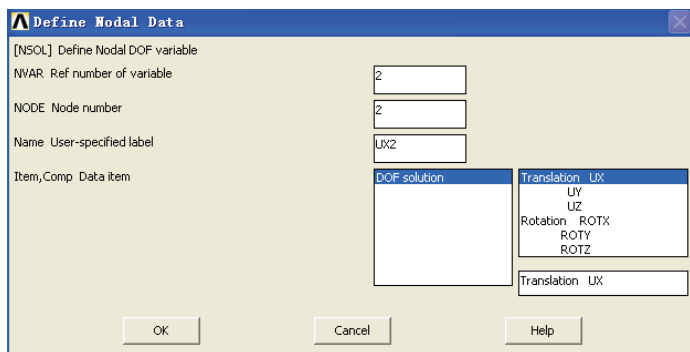

图 4-74 定义节点数据对话框
1) 选择 Main Menu | TimeHist Postpro | Define Variables 命令, 出现 Defined Time-History Variables 对话框, 单击 Add 按钮, 出现 Add Time-History Variables 对话框, 选择 Nodal DOF Result, 单击 OK 按钮, 出现 Define Nodal Data 拾取菜单, 在输入栏中输入 2, 单击 OK 按钮, 出现 Define Nodal Data 对话框, 参照图 4-74 对其进行设置, 单击 OK 按钮关闭该对话框。